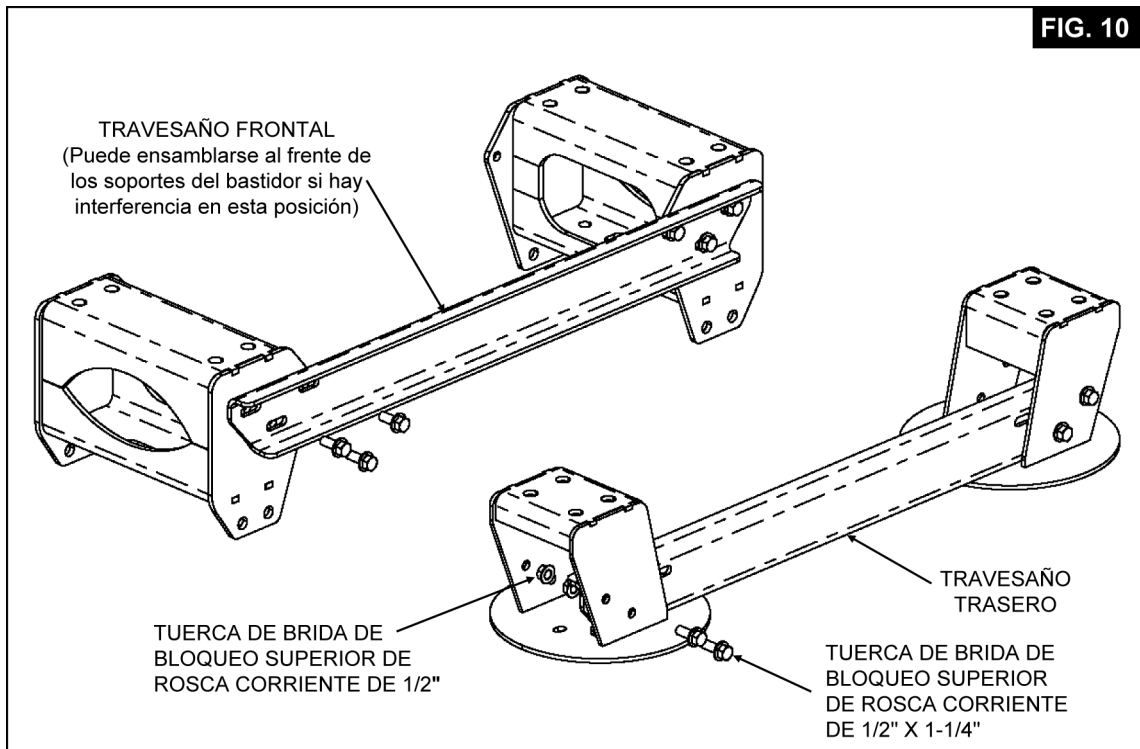

**FIG. 8**
**11.2** Apriete firmemente los soportes delanteros y traseros del bastidor a la parte inferior de los carriles del bastidor del tráiler a la distancia mostrada en la **Fig. 8**. Recuerde que las ranuras de alineamiento permitirán que el eje se mueva de un lado al otro